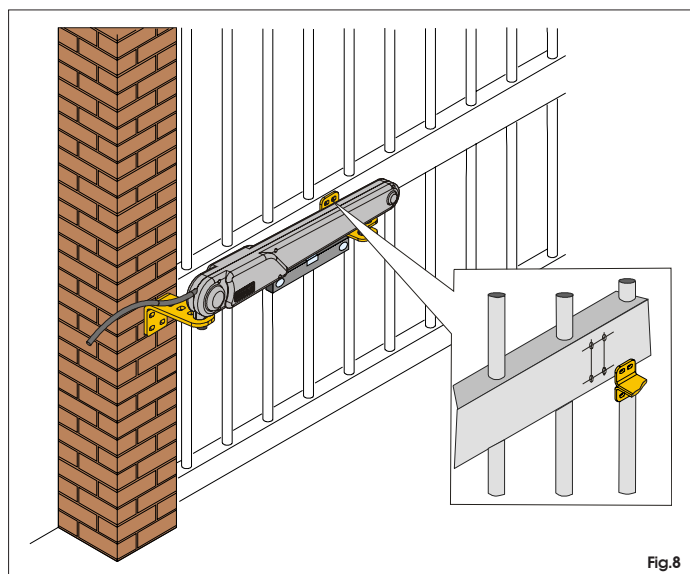

Fig.8
- De bevestiging tegen de vleugel houden en de bevestigingspunten aanduiden. De aandrijving en de bevestiging moeten perfect horizontaal zitten (Fig. 8).